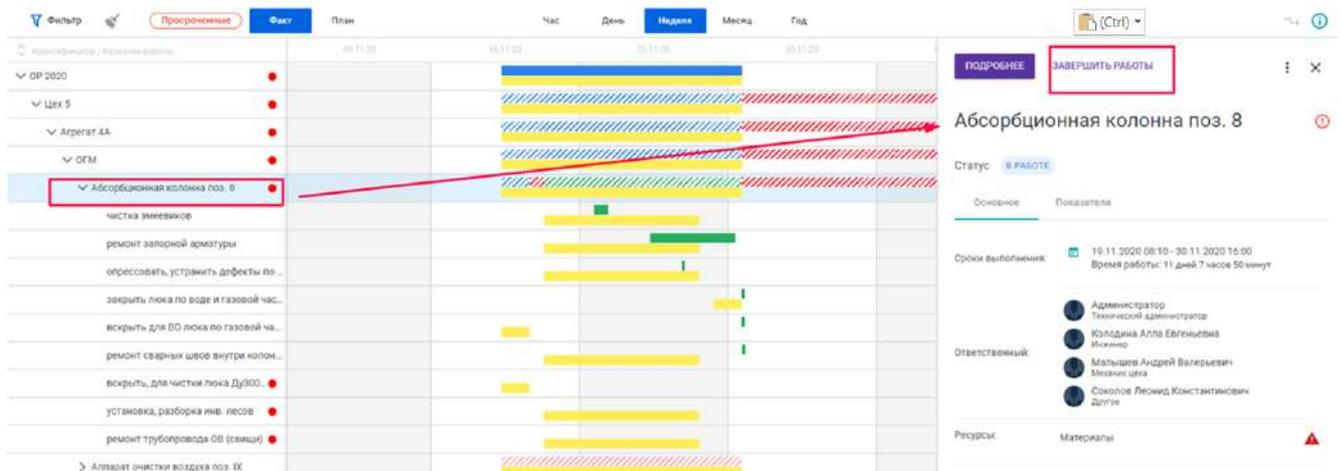

Рисунок 33 — Кнопка завершения работ в карточке Оборудования
- Наведите курсор мыши и дважды кликните на наименование работы в списке (см.рис.33);